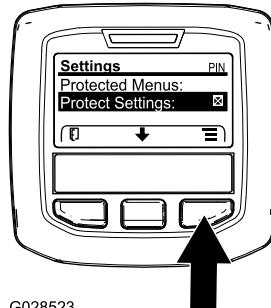

图 18
1. 从 MAIN MENU 主菜单 使用中间按钮向下滚动至 SETTINGS MENU 设置菜单然后按右侧按钮 图 18。